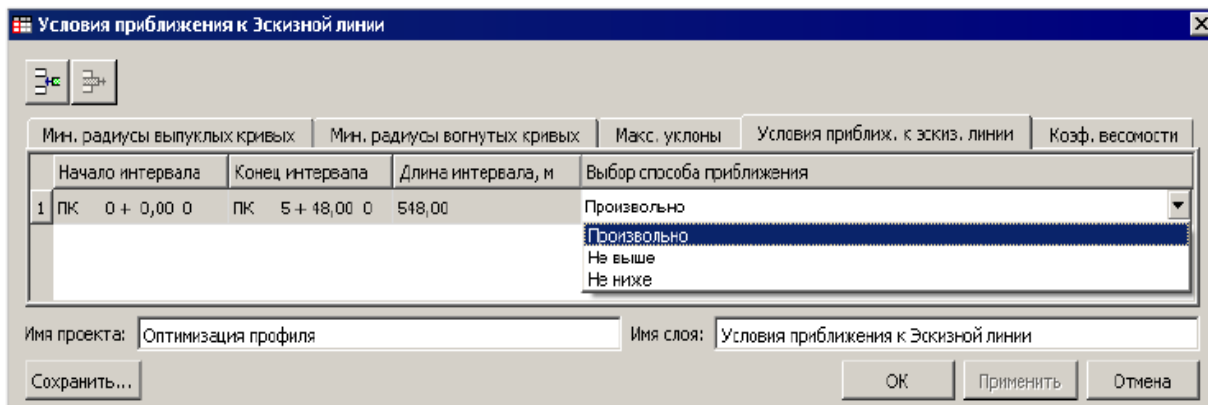

Рис. 8.3. Окно геометрических параметров оптимизации продольного профиля
11. Настройте геометрические ограничения для проектируемого продольного профиля методом оптимизации. Для этого с помощью команды **ОСИ – ПАРАМЕТРЫ ОПТИМИЗАЦИИ – ГЕОМЕТРИЧЕСКИЕ ОГРАНИЧЕНИЯ** в открывшемся окне диалога (рис. 8.3) последовательно внесите необходимые значения всех параметров.